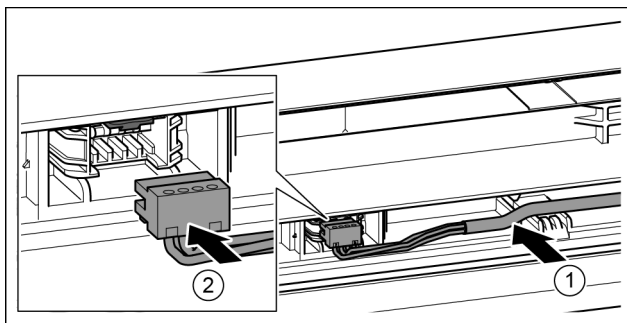

Fig. 38
- ▶ Helyezze be a felső ajtóban lévő vezetősínbe a szürke kábelt. Fig. 38 (1)
- ▶ Pattintsa be a dugót. Fig. 38 (2)